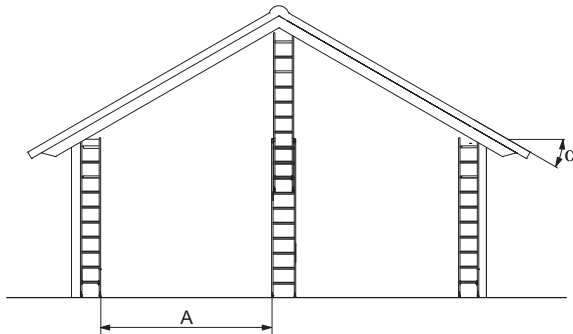

Abb. 3: Abstand der Leitern
2. Knebelschrauben (Abb. 3/1) lösen.
3. Pfostenaufnahme (Abb. 3/2) verschieben, bis Abstand **X** erreicht ist.
Knebelschrauben (Abb. 3/1) anziehen.